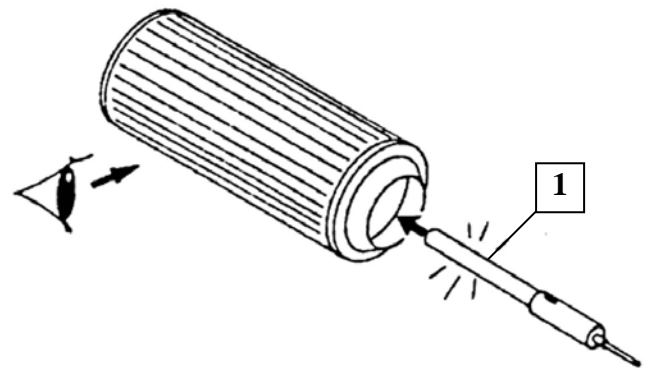

Fig. 7 Revisión visual del elemento filtrante principal
Revisar cada uno de los pliegues del fuelle de papel mediante una linterna de bolsillo (1), para comprobar si hay fisuras o agujeros (véase Fig. 7). Para poder detectar daños de menor consideración, es recomendable no realizar la revisión a la luz directa del sol, sino en una sala más oscura, por ejemplo.